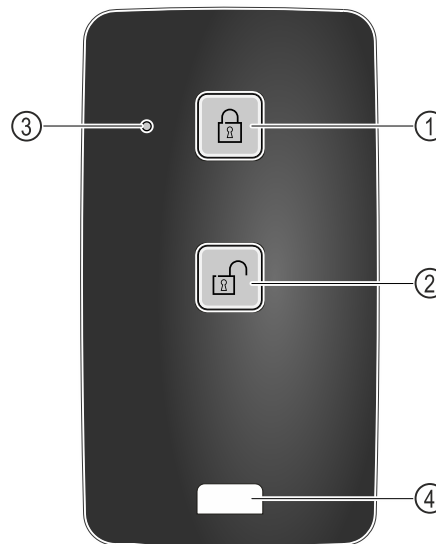

Fig. 149
- ▶ Taste Fig. 149 (1) auf der Fernbedienung drücken.
- ▶ Taste Fig. 149 (2) auf der Fernbedienung drücken.
- ▶ Status-LED Fig. 149 (3) gibt bei Tastendruck eine optische Rückmeldung.
- ▶ Öse Fig. 149 (4) zur Befestigung der Fernbedienung, zum Beispiel an einem Schlüsselbund.